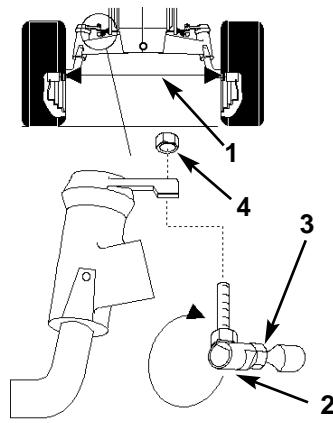

Fig. 31
Mantenete la convergenza delle ruote anteriori come indicato. Se l'usura delle ruote è irregolare, se il tappeto erboso è rigato o se lo sterzo è faticoso, è necessario metterla a punto. Verificate la convergenza ogni 100 ore di esercizio, oppure una volta all'anno, optando per l'intervallo più breve (Fig. 31).
3. Misurate la distanza tra i cerchi (all'altezza del fusello), sul davanti e il dietro delle ruote (Fig. 31).
2. Togliete il nodo sferico da una leva dello sterzo (Fig. 31).
4. Allineate le superfici piene del nodo sferico con le superfici piene del tirante, e serrate il controdado (Fig. 31).